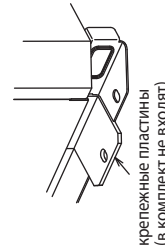

Рис. 3 (без съемной опоры)
- 4) Если болты крепления закручиваются после установки блока на основание, то используйте крепежные пластины (в комплект не входят). См. рис. 3 и 4.